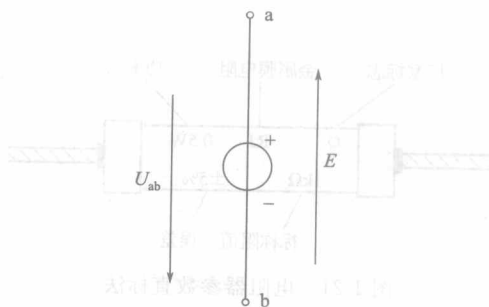

图 1-19 电动势与电压的关系
④ 电动势与电压是两个不同的概念，但是，都可以用来表示电源正负极之间的电位差。如图 1-19 所示的电源， E 和 U_{ab} 的参考方向刚好相反。这是因为它们的物理意义不同：电动势的参考方向表示电位升；电压的参考方向表示电位降，但它们反映的是同一客观事实。a 点电位比 b 点高，所以 $E = U_{ab}$ 。正因如此，有许多电路常用一个与电源电动势大小相等、方向相反的电压来表示电源。